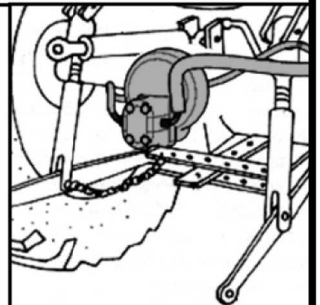

Fig. 04
- * Bomba hidráulica (cortadora hidráulica) En el enchufe de alimentación Fig. 04, asegúrese de que la corriente Una de Uña ¿Qué detiene la bomba es firme y seguro. Siempre comprobación para unirse a esta corriente no romper o aflojar los bonos;